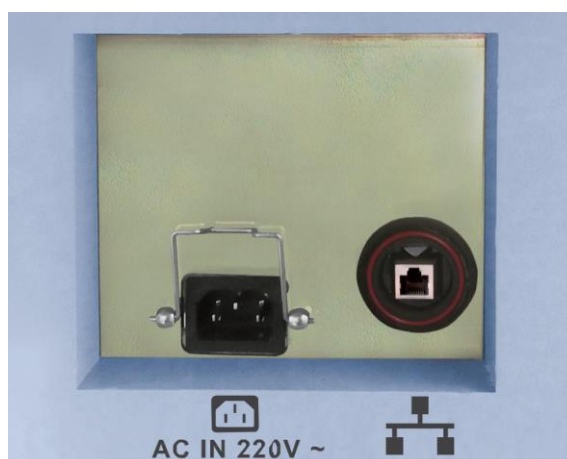

Рис. 4.1 Разъем для подключения блоке питания к внешней электросети
**Шаг 1.** Проверьте состояние кабелей питания, с помощью которых оборудование подключено к внешней сети электропитания. Убедитесь в том, что оборудование надежно заземлено. Проверьте, не нажаты ли кнопки экстренной остановки на корпусе устройства и на панели управления: если да, поверните соответствующую кнопку по часовой стрелке для возврата в исходное положение. Проверьте исправность и работоспособность клавиш панели управления. Положение разъема для подключения блоке питания к внешней электросети показано ниже на Рис. 4.1.